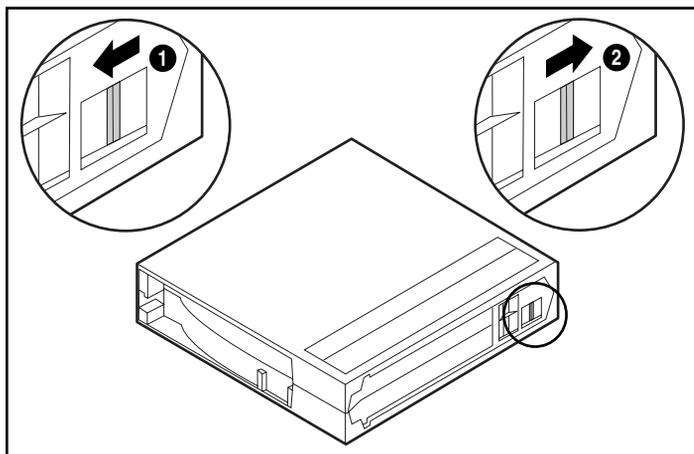

Figura 3-3. Interruttore di protezione da scrittura della cartuccia
La cartuccia è dotata di un interruttore di protezione dalla scrittura per evitare la cancellazione accidentale dei dati. Prima di caricare la cartuccia nell'unità, spostare l'interruttore di protezione da scrittura sulla parte anteriore della cartuccia. Nella Figura 3-3 viene illustrato l'utilizzo dell'interruttore di protezione da scrittura. Spostando l'interruttore verso sinistra in posizione ❶, la cartuccia viene protetta da scrittura, mentre spostando l'interruttore verso destra in posizione ❷, viene abilitata la scrittura sulla cartuccia.